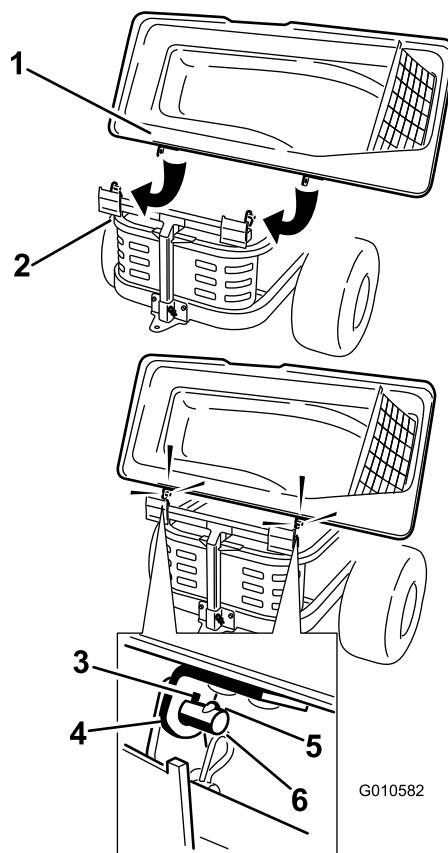

Figure 8
1. Montez le couvercle du système de ramassage sur le bâti. Faites pivoter le couvercle pour aligner les trous de clavettes dans les supports supérieurs du système de ramassage sur les clavettes des montants du bâti (Figure 8). Faites coulisser les supports sur les montants et abaissez le couvercle du système de ramassage en position de marche.